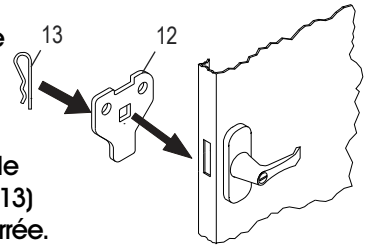

Figure 11
2. Tournez la poignée en position ouverte et placez la came de verrouillage (12) sur la tige carrée de la poignée de porte. La came de verrouillage doit être orientée vers le bas, comme illustré. (Voir Figure 11)